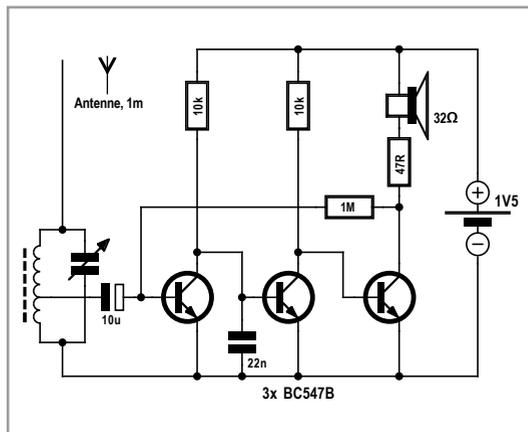

Figure 2.
Le fonctionnement de la radio de la **figure 2** repose sur le même principe, mais les étages d'amplification sont ici plus nombreux et la sélectivité meilleure. L'entrée comporte un circuit d'accord réglable. Selon le dimensionnement de la bobine, la plage que peut capter la radio va des grandes ondes (GO) à la bande supérieure des ondes courtes (OC). La bobine de réception possède une prise intermédiaire à 10 % de l'enroulement. Grâce à elle, l'amortissement du circuit oscillant est faible et possède un facteur de qualité (ou de résonance) élevé (voir **l'encadré**) qui permet le filtrage de chaque émetteur. Avec trois transistors et une tension d'alimentation de seulement 1,5 V, cette radio est adaptée à une écoute au casque. Son circuit évoque celui de Tapir, le renifleur HF du numéro de juillet/août d'Elektor [1] qui lui aussi possède trois transistors, mais Tapir fonctionne comme un Audion à large bande.